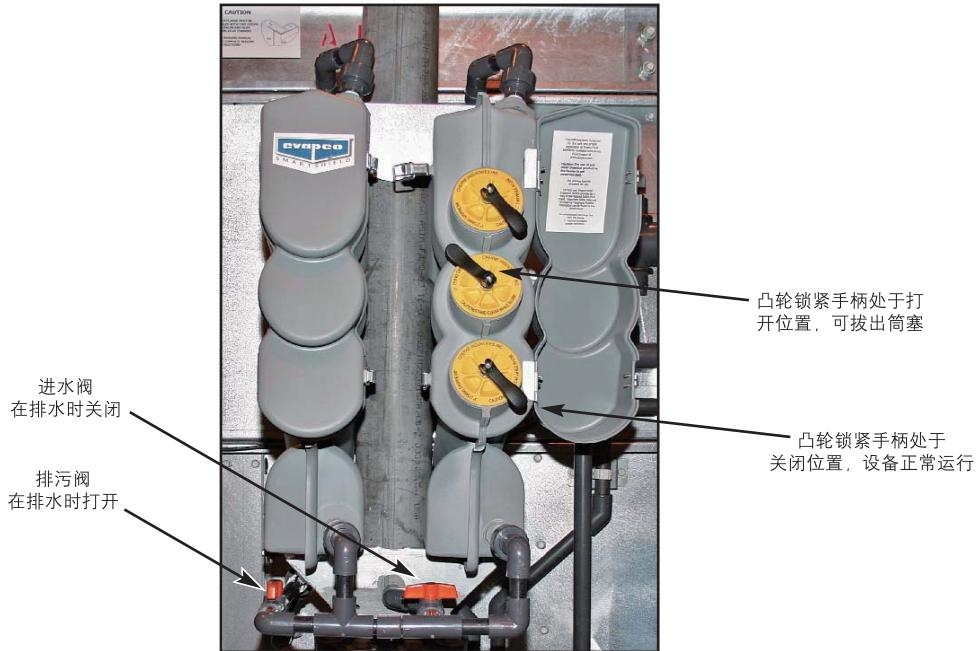
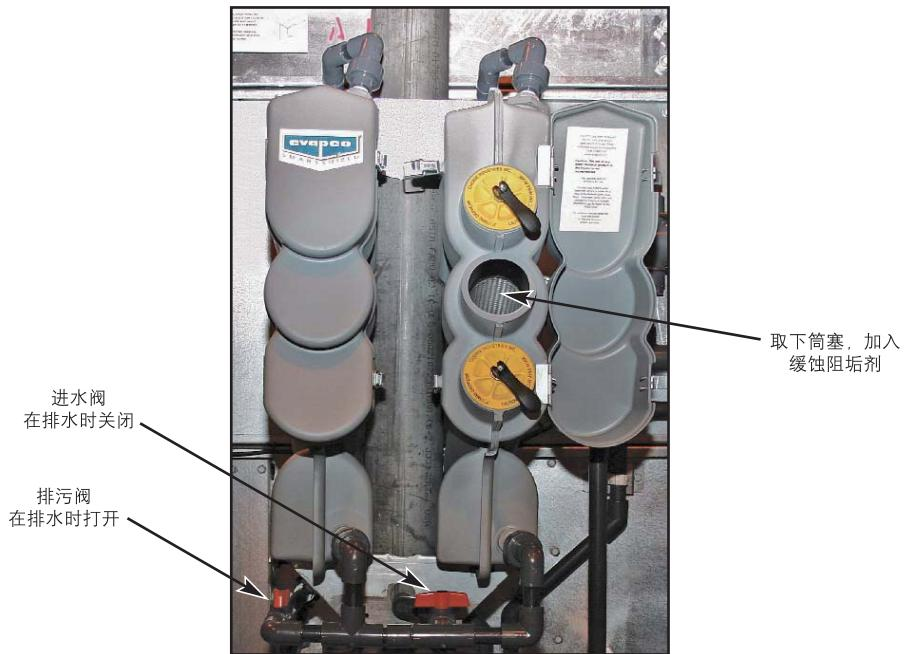

图7 – 含有6个药剂筒的FMF-凸轮锁紧筒塞的手柄位置
图8 – 药剂筒
6.2.1 向**FMF**中装填药剂时，**FMF**必须与循环水隔离并将水排空。关闭进水阀，然后打开排水阀，如图7和图8所示。
6.2.4 每个药剂筒用凸轮锁紧筒塞密封。先取下最上层药剂筒的筒塞，确定**FMF**已排水。手柄需旋转180度才能打开凸轮锁紧筒塞，如图7所示。凸轮锁紧处于打开状态时，筒塞方能取下，如图8所示。